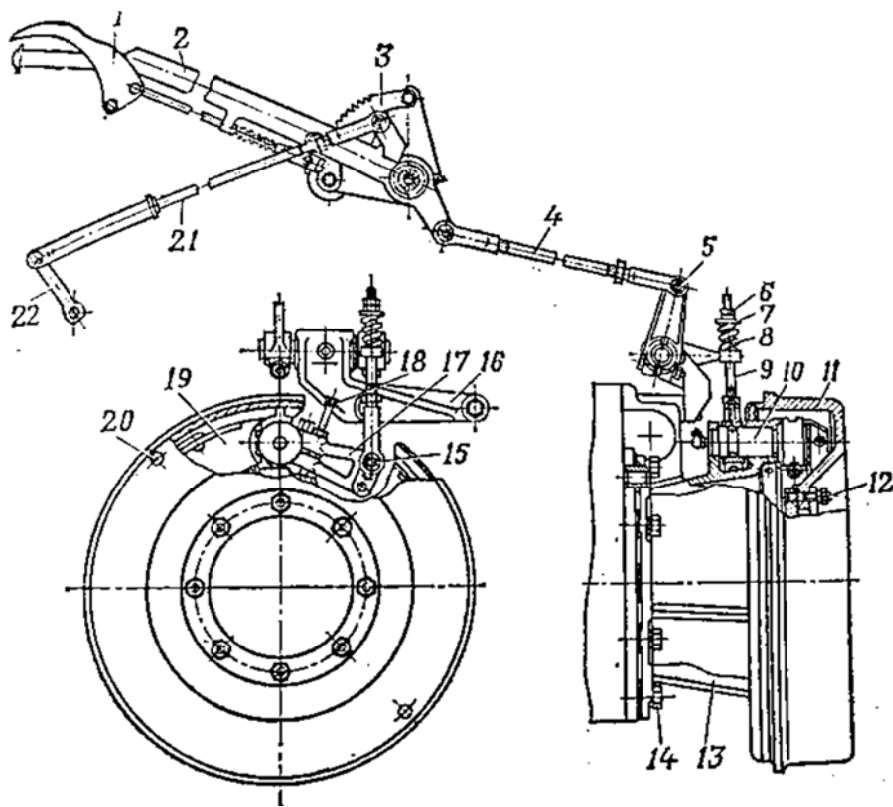

Рис. 5.9. Стояночный тормоз:
4. Установить рычаг 2 (рис. 5.9) стояночного тормоза в положение, соответствующее полностью опущенному тормозу, расшплинтовать, вынуть палец 5 тяги привода стояночного тормоза, отсоединить тягу 4 от рычага	Плоскогубцы 175
<p>13. Расшплинтовать и вывернуть болты 2 (рис. 5.10) крышки 3 переднего кронштейна подвески раздаточной коробки</p> <p>14. Расшплинтовать, вывернуть болты 10 крышек 9 и снять крышки</p> <p>15. Подкатить под автомобиль тележку, опустить на нее раздаточную коробку и выкатить ее из-под автомобиля. Работу выполняют два человека</p> <p>16. Расшплинтовать, вынуть палец 15 (рис. 5.9), отсоединить тягу 9 затяжки тормоза от регулировочного рычага 17</p> <p>17. Вывернуть болты с шайбами, снять кронштейн 16 вала промежуточных рычагов стояночного тормоза</p> <p>18. Вывернуть болты 14 с шайбами крепления кронштейна 13 колодок стояночного тормоза и снять кронштейн с колодками в сборе</p>	<p>Плоскогубцы 175, ключ накидной 24 × 27</p> <p>Плоскогубцы 175, ключ торцовый, сменная головка 27</p> <p>Подкатная тележка</p> <p>Плоскогубцы 175</p> <p>Ключ 17 × 19</p> <p>Ключ 17 × 19, ключ торцовый 55, сменная головка 17</p>
24. Установить на раздаточную коробку кронштейн 13 (рис. 5.9) колодок стояночного тормоза с колодками в сборе, вернуть болты 14 с пружинными шайбами и затянуть	Ключ 17 × 19, ключ торцовый 55, сменная головка 17